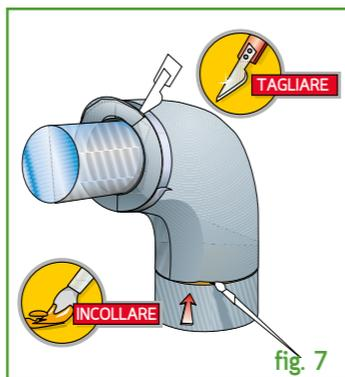

fig. 7
7) Rifilare ad angolo retto le due estremità, utilizzando come guida un nastro metallico, in modo da far combaciare i tratti di isolanti adiacenti. (fig 7)